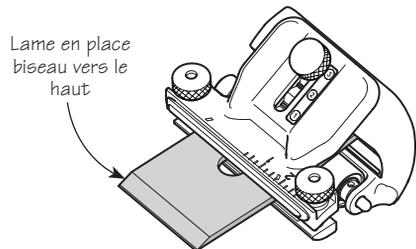

Figure 11 : Position de la lame pour affûter un contrebiseau
Pour créer un angle de contrebiseau de 10° ou plus, régler le porte-lame à la position ③ – vert – et positionner la butée en suivant l'échelle ③ – vert – du gabarit de réglage de la lame. Placer la lame avec le biseau principal vers le haut, comme l'illustre la **figure 11**, et positionner la flèche de la molette de réglage du rouleau à 12 h.